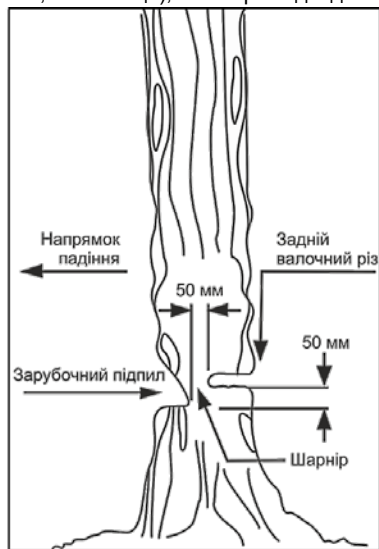

Рисунок 9
4.7.3 Зарубочний підпил (рисунок 9)
4.7.4 Задній валочний різ (рисунок 9)